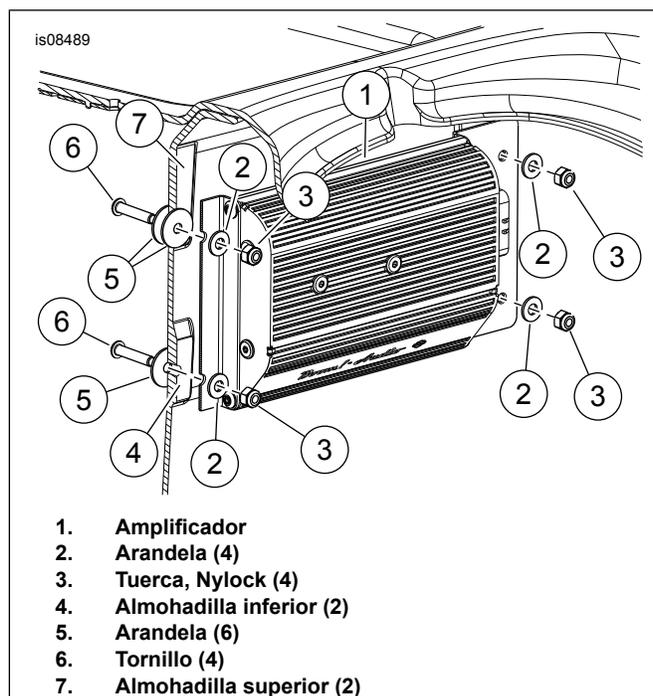
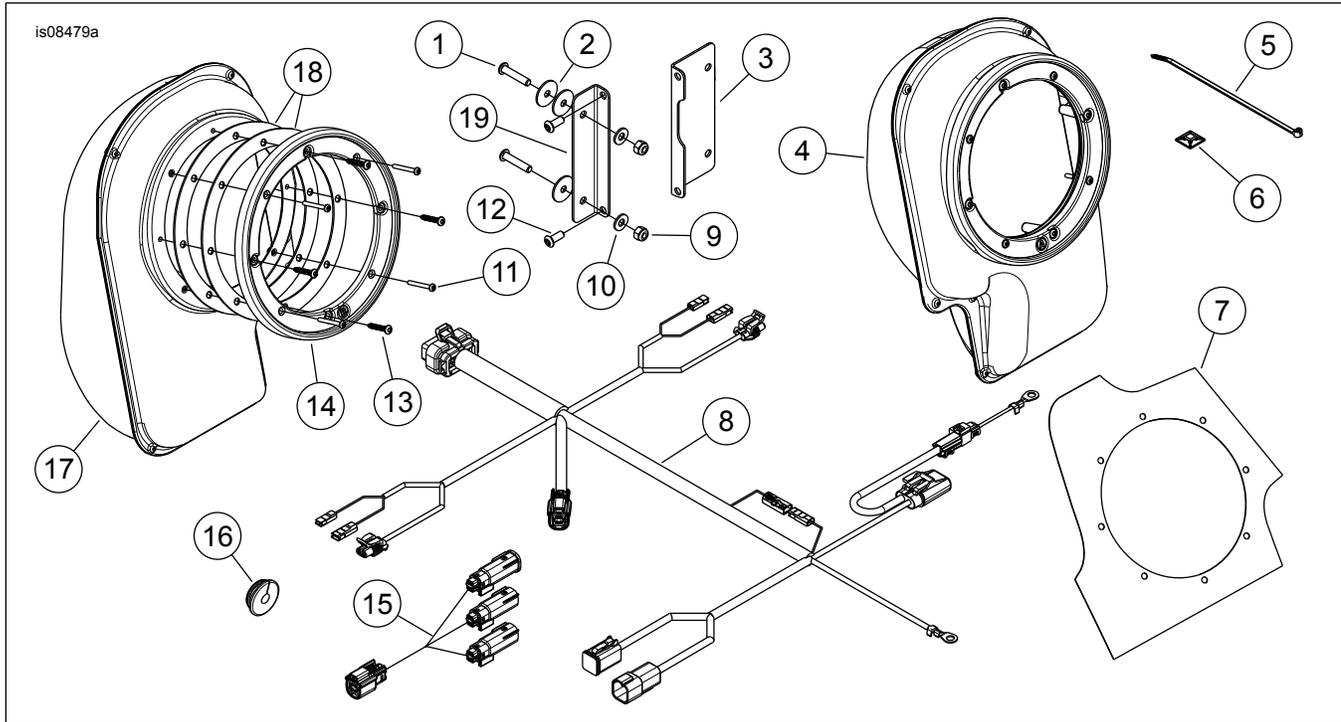

Figura 2. Instalación del amplificador
Figura 5. Piezas de servicio: Kit de instalación de adición de altavoces
Vea Figura 5 y Tabla 1.
5. Vea Figura 5. Instale la pieza de soporte (3) en el lado del conector del amplificador (el amplificador se vende por separado). Asegure con los tornillos (12). Ajuste los tornillos a 9,4–12,2 N·m (7–9 ft-lbs).
6. Instale la pieza de soporte (19) en el lado sin conector del amplificador (el amplificador se vende por separado). Asegure con los tornillos (12). Ajuste los tornillos a 9,4–12,2 N·m (7–9 ft-lbs).
7. Vea Figura 2. Coloque el amplificador y las piezas de soporte (1) sobre las cuatro almohadillas elevadas (4 y 7). Coloque el conector orientado hacia el lado izquierdo del vehículo, como se muestra. Centre los agujeros inferiores sobre las almohadillas inferiores (4).
- a. Vea Figura 5. Coloque una junta (18) sobre la superficie exterior. Alinee los agujeros.
- b. Coloque un anillo decorativo (14) sobre la junta y el agujero central. (El anillo decorativo del lado izquierdo está marcado como "A". El anillo decorativo del lado derecho está marcado como "B"). Gire el anillo decorativo de manera que la letra quede en la parte inferior.
- d. Pase la mano por el agujero central. Alinee los agujeros en la caja, la junta (18) y la carrocería. Inserte los tornillos Plastite (13) a través de un agujero ensanchado.
12. Vea Figura 2. Coloque una arandela (5) sobre los tornillos (6). Realice la instalación a través de los agujeros desde el interior del portaequipajes. Desde el exterior del portaequipajes, coloque una arandela adicional (5) sobre los tornillos superiores únicamente para que actúe como espaciador. Coloque el amplificador y las piezas de soporte (1) sobre las cuatro almohadillas elevadas (4 y 7). Coloque el conector orientado hacia el lado izquierdo del vehículo. Instale arandelas (2) sobre las piezas de soporte y los tornillos. Sujete con la tuerca (3). Ajuste la tuerca a 10,8–12,2 N·m (96–108 in-lbs).
Configuración de 6 altavoces Stage II: instale el arnés de interconexión de 3 vías (artículo 15, Figura 5) en el arnés de 16 vías (previamente instalado a través del kit de amplificador del fuselaje), ubicado detrás del asiento del pasajero. Instale el arnés [296] en el interconector de 3 vías.